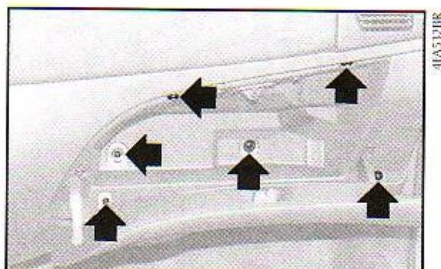

fig. 60
**Fusíveis acessíveis pelo porta-luvas (Brava) - C-fig. 60**
Abriu o porta-luvas, retirar os parafusos de fixação e extrair o porta-luvas **A-fig. 60**.